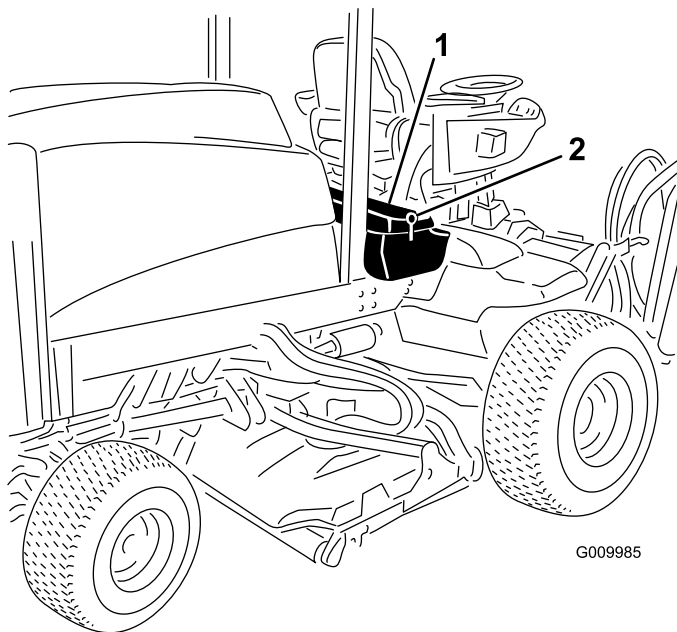

図 35
1. 運転席のコンソールパネルのラッチを外して持ち上げる 図 35。